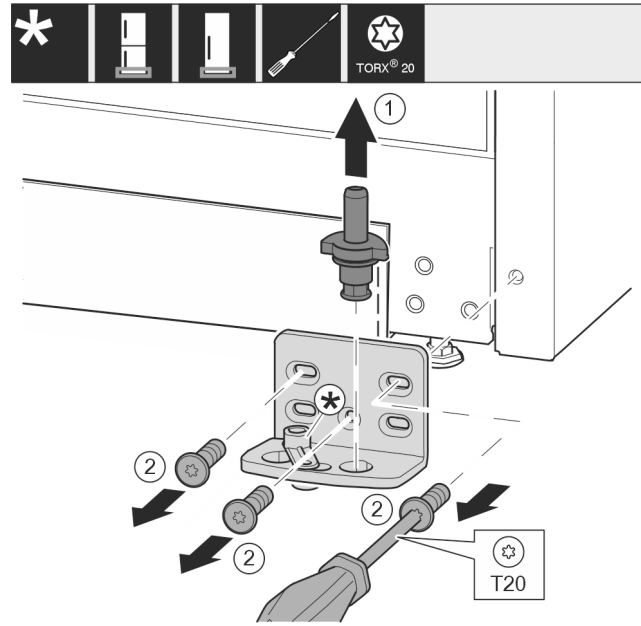

Fig. 12
- ▶ Húzza ki teljesen a csapszeget Fig. 12 (1) felfelé.
- ▶ Tekerje ki a csavarokat Fig. 12 (2) csavarhúzóval, és vegye le a csapágybakot.